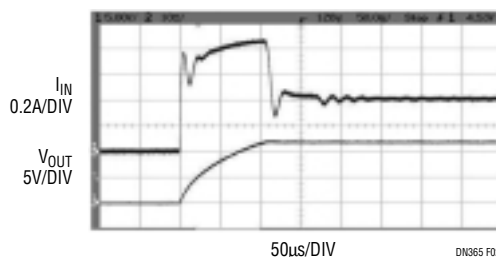
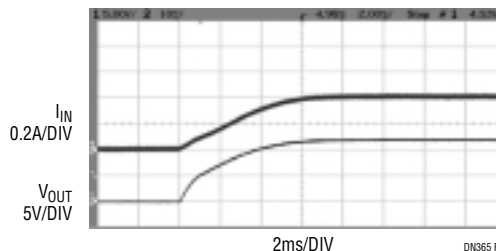
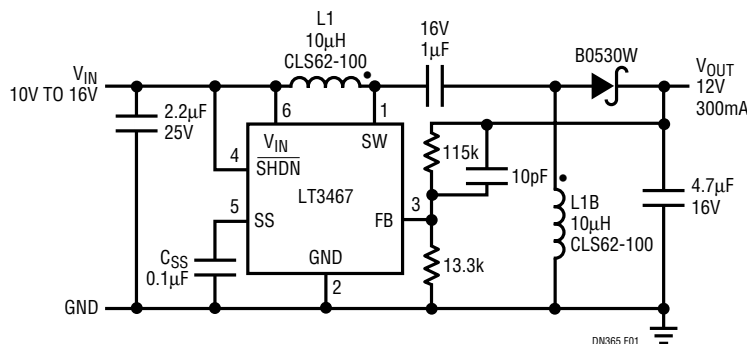
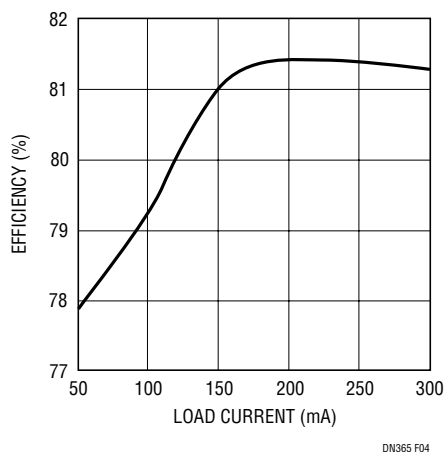

図2．C_{SS}コンデンサなしの図1の回路の起動時の入力電流と出力電圧
図3．C_{SS}コンデンサ付きの図1の回路の起動時の入力電流と出力電圧
図1．10V_{IN} ~ 16V_{IN}から12V/300mAに変換するSEPICコンバータ
図4．図1の回路のSEPICコンバータの効率
この問題に対する解決策の一例を図1に示します。ここでは、10V ~ 16Vの入力を12V/300mAの出力に変換するSEPICコンバータにLT®3467が使われています。LT3467 ThinSOT™ スwitchング・レギュレータはソフトスタート機能を、42V、1.1Aの内蔵スイッチと組み合わせています。突入電流に対するLT3467のソフトスタート機能の効果を図2と図3に示します。
図2に示されているのは、(SSピンからC_{SS}を取り外して) SS機能をディスエーブルした図1の回路の起動時の波形です。この場合の突入電流はLT3467の最大デューティ・サイクルまたは最大スイッチ電流によってだけ制限されます。上のトレースは入力電流を示しており、下のトレースは出力電圧を示しています。出力が0Vから12Vまで上昇するのに約100μsしかかからず、約0.85Aのピーク入力電流が必要なので、公称定常レベルを超えています。
0.1μFのコンデンサをSSピンに接続した場合の同じ波形を図3に示します。この場合、入力電流と出力電圧の両方とも制御された状態でランプアップし、それぞれの定常状態のレベルに滑らかに到達します。
突入電流がやっかいな問題になることがあります。特にSSピンとグランド間に小さなコンデンサを1個使うだけで、突入電流が除去されました。図1のSEPICコンバータの効率曲線を図4に示します。